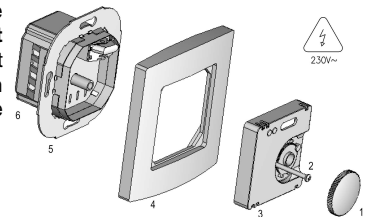

Bild 1
- Regler(6) mittels Tragplatte(5) und Schrauben in UP-Dose auf oberflächenfertige Wand montieren (siehe Bild 1)
- Setzen Sie danach den Rahmen(4) und die 2-teilig -Zentralplatte(3) auf den UP-Einsatz und schrauben diese fest. (siehe Bild 1)
- Stecken Sie abschließend das Stellrad(1) (mit der Nut passend) auf das Gerät auf. (siehe Bild 1)
- Hebeln Sie das Stellrad (Bild 1, Pos. 1) vorsichtig mit einem Schraubendreher ab.
- Ziehen Sie den roten Arretierstift (7) mit Hilfe einer Spitzzange heraus
- Gehen Sie in umgekehrter Reihenfolge vor, um das Stellrad (Bild 1, Pos. 1) wieder zu befestigen.